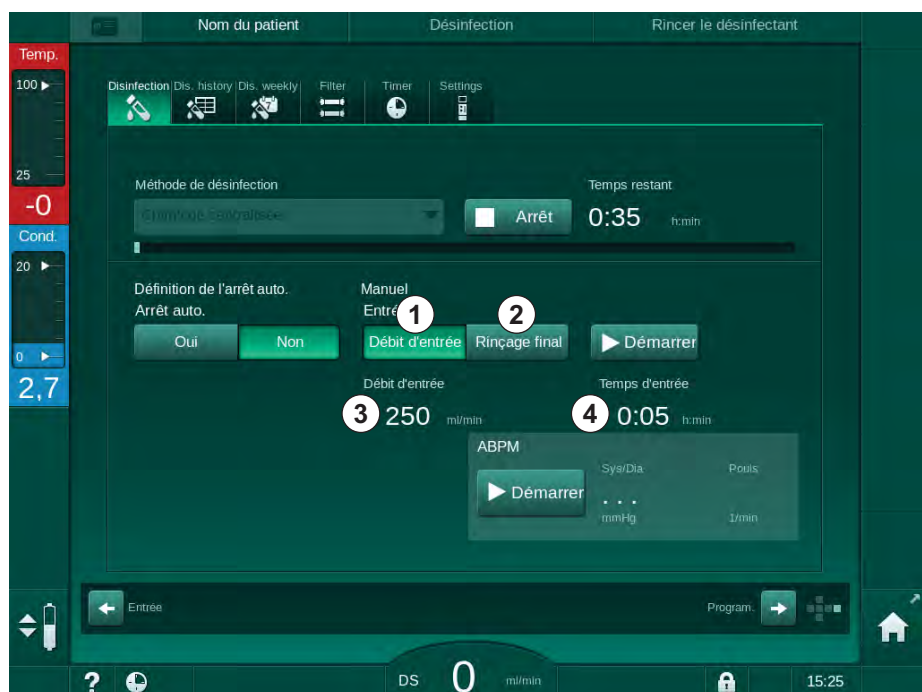

Fig. 7-10 Désinfection chimique centralisée manuelle
Durant la première partie de cette méthode de désinfection, le désinfectant est récupéré depuis l'alimentation centralisée en eau et pompé à travers l'appareil (Fig. 7-10 , ① ). Le débit d'entrée ③ et la durée d'entrée ④ sont prédéfinis dans le mode *Configuration utilisateur*. L'alimentation sur l'entrée est arrêtée une fois la durée prédéfinie écoulée.